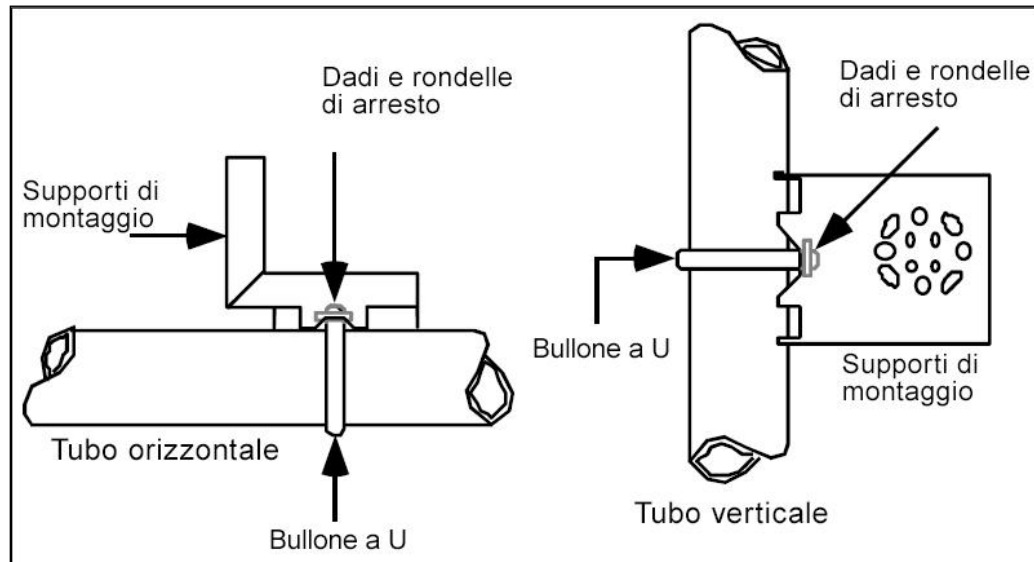

Figura 5 - Supporto di montaggio angolare fissato a un tubo orizzontale o verticale
1. Vedere la Figura 5. Posizionare il supporto su un tubo orizzontale o verticale da 2 pollici (50,8 mm) e installare un bullone a U intorno al tubo e attraverso i fori nel supporto. Fissare il supporto con i dadi e bloccare le rondelle fornite.